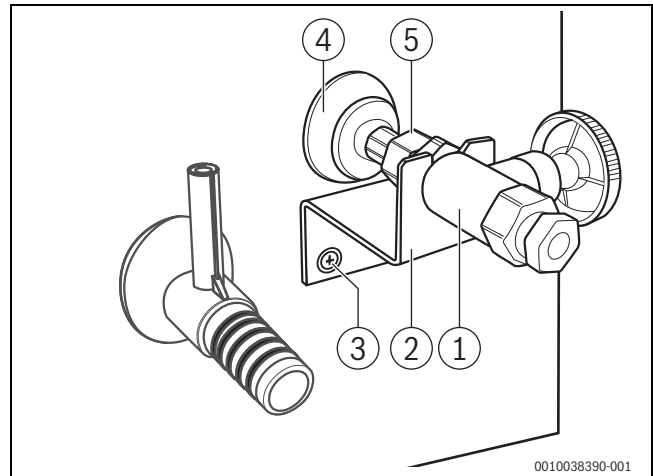

Bild 9 Öl-Absperrventil, Kesselrückseite
- Geeignetes Öl-Auffanggefäß unter dem Öl-Absperrventil (→Bild 9, [1]) auf der Kesselrückseite positionieren und Ölschlauch [5] vom Absperrventil abschrauben.